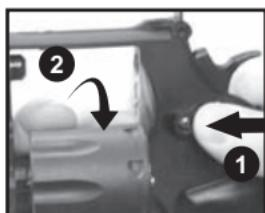

Fig. 8
- Asegúrese de que el martillo de la pistola de aire está en la posición sin amartillar (**Fig. 8**).
- Presione el botón para soltar el cilindro y empuje el cilindro desde el lado derecho para girarlo hacia afuera. (**Fig. 8**).